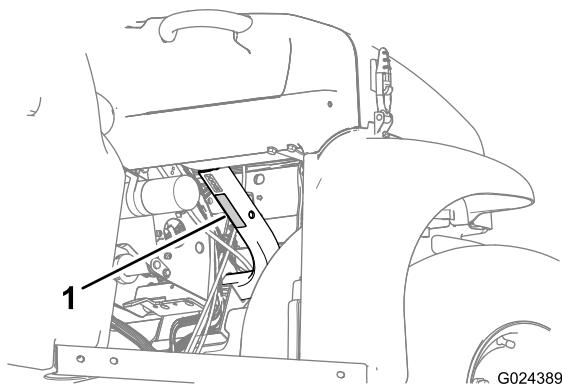

Figura 20
- Osservate la capacità di carico della macchina e limitate il peso del carico da trasportare nel cassone come descritto in Specifiche \(pagina 17\) e sull'etichetta del peso lordo del veicolo riportata sulla macchina (Figura 20).